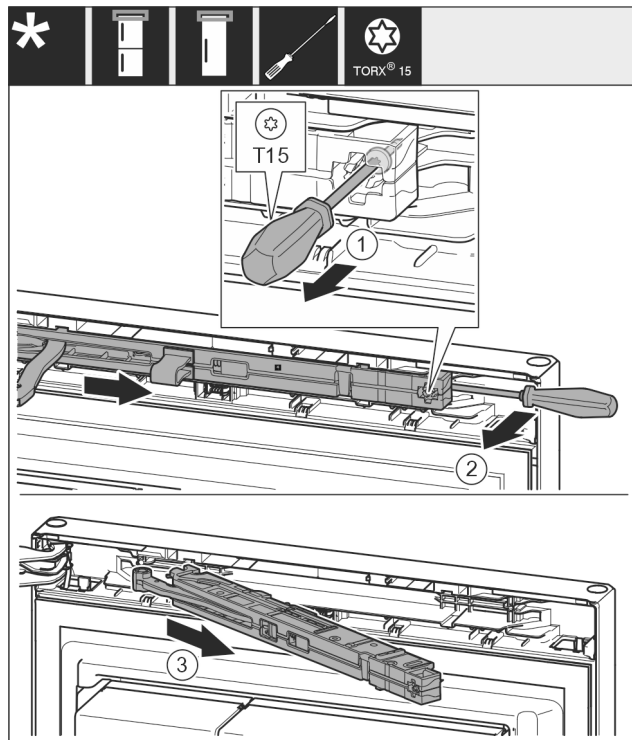

Fig. 10
- Lossa skruven på stängningsdämparenheten med torxskruvmejsel T15 ca 14 mm. Fig. 10 (1)
- Sätt in en skruvmejsel bakom stängningsdämparenheten och vrid enheten framåt. Fig. 10 (2)
- Dra ut stängningsdämparenheten. Fig. 10 (3)